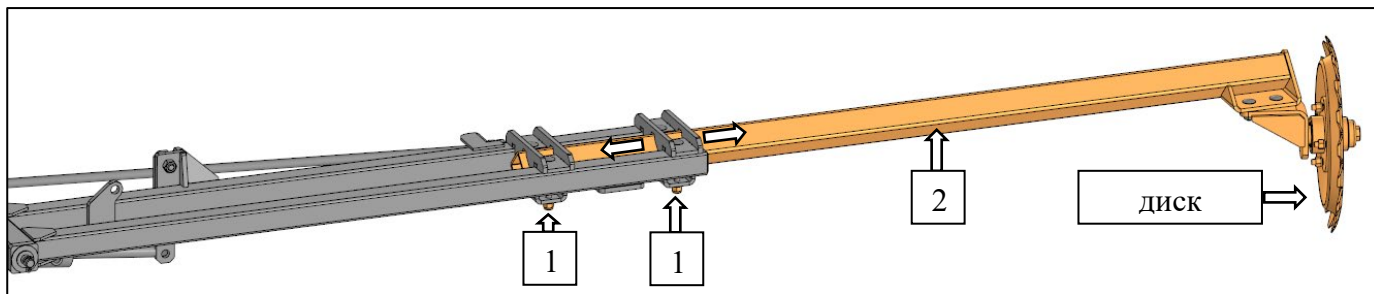

Рисунок 82 – Регулировка вылета маркера
1. Ослабить затяжку винтов (1), фиксирующих тягу диска маркера (2). Отрегулировать вылет диска маркера (2), рис. 82.
2. Надёжно зафиксировать тягу диска маркера (2) винтами (1), рис. 82.